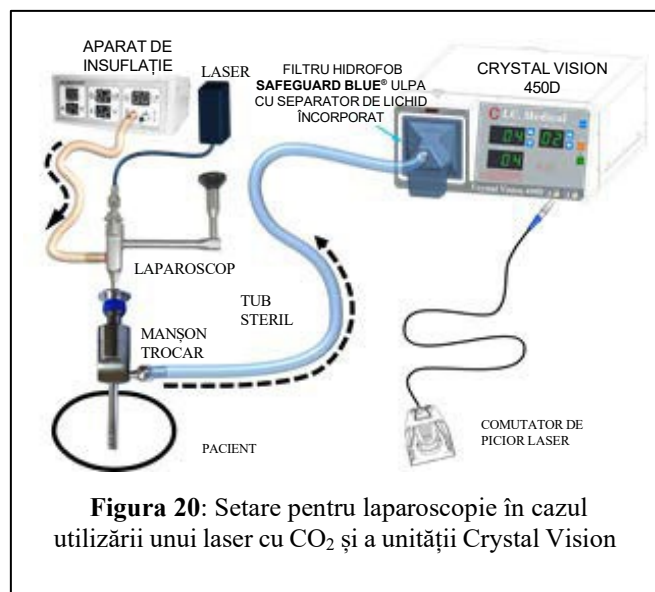

Figura 20: Setare pentru laparoscopie în cazul utilizării unui laser cu CO₂ și a unității Crystal Vision
2. Instalați și conectați un capăt al tubului intraabdominal la unitatea Crystal Vision, iar celălalt capăt la CANULĂ (TROCAR). Consultați Figura 20.